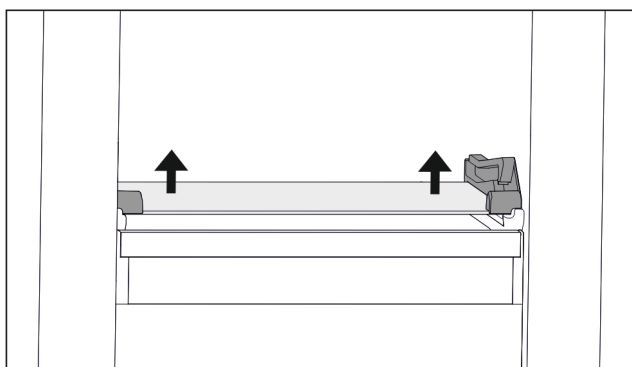

Fig. 131 Den nedklappelige skuffes glasplade
- ▶ Tryk glaspladen op nedefra i begge sider. (se Fig. 131)